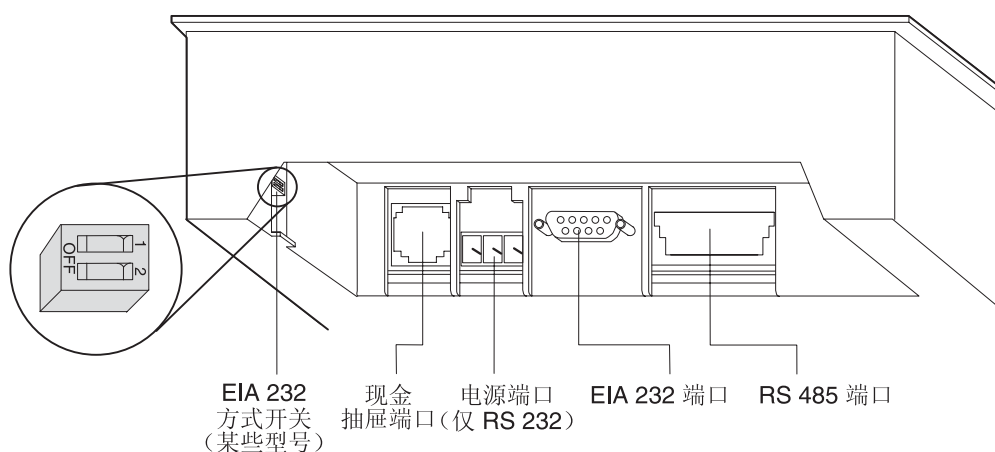

图 4. 热敏式 / 击打式 SureMark 打印机的电缆接头和 EIA-232 设置开关。（打印机的背面底部视图。）
- a. 在靠近背面的电缆接头处检查 EIA-232 方式开关设置。（请参阅图 4。）有关开关设置的信息，请参阅第 24 页的『EIA-232 通信方式选择』。
1. 关闭系统电源并断开 EIA-232 电源（如已连接）。请参阅第 14 页的图 4。
仅当打印机通过 EIA-232 电缆连至该系统时，此节所描述的有关开关设置才适用。无须取下打印机盖板便可对开关进行设置。（关于如何设置开关，请参阅第 14 页的图 4。）